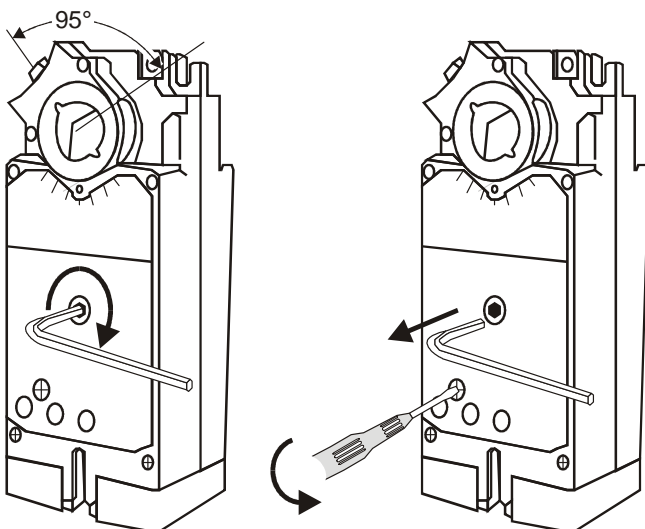

Fig. 2: Réglage manuel
2. Insérer la clé pour vis à six pans creux comme l'illustre la Fig. 2.